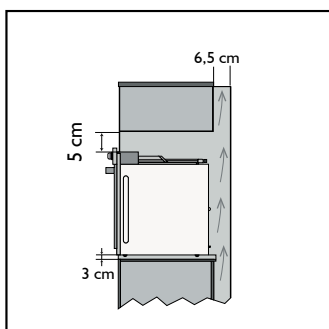
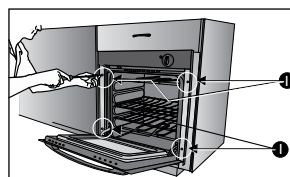

Figura 26.
Figura 27.
4. Garantice un espacio mínimo de 5,0 cm entre la tapa superior del horno y la pared superior del mueble. Igualmente se debe garantizar una distancia mínima de 6,5 cm entre el horno y la tapa posterior del mueble (Ver figura 26).
5. Después de haber realizado la cavidad de empotre, apoye el horno en 2 vigas cuadradas de 3 cm (Ver figura 27). Garantizando siempre que la medida de 6,5 cm indicada en la figura 26, se conserve libre.
■ Asegure el horno al mueble de empotrar, ubicando tornillos adecuados en cada una de las perforaciones como se ilustra en la figura 27. Esto evita el volcamiento del mismo.